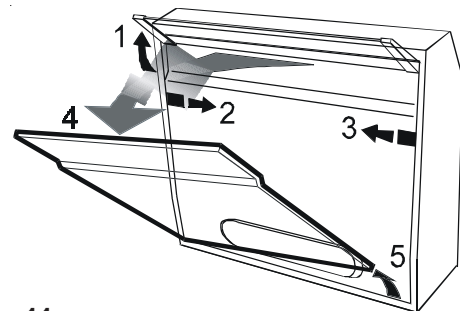

Рис. 11
- Откройте вентиляционную решетку (рис. 11).
- Откройте задвижку и опустите решетку вниз (рис. 11).
- б) Снимите вентиляционную решетку (рис. 11).
- в) Выдвиньте штырек (1).
- д) Поверните фильтр против часовой стрелки (2).